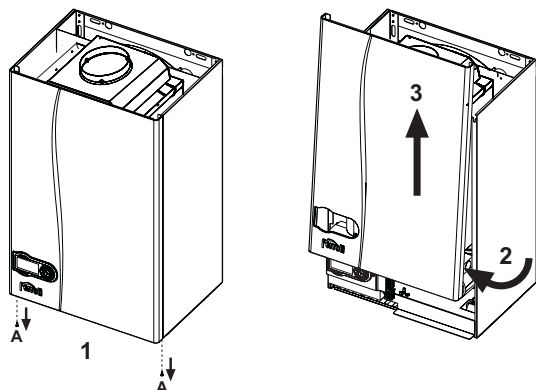

fig. 22 - Démontage de l'habillage
1. Dévisser les vis A (voir fig. 22).
2. Faire pivoter l'habillage (voir fig. 22).